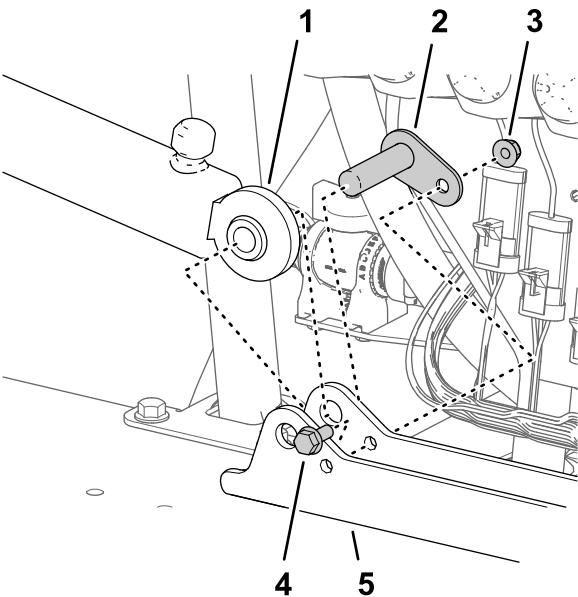

Figura 115
1. Allineate l'estremità fissa del cilindro di sollevamento che avete rimosso al passaggio 3 di Rimozione dei cilindri di sollevamento \(pagina 22\) al foro da 16 mm sul supporto del cilindro (Figura 115).
2. Montate il cilindro sul relativo supporto con il perno orientabile, il bullone a testa flangiata e il dado flangiato (Figura 115).